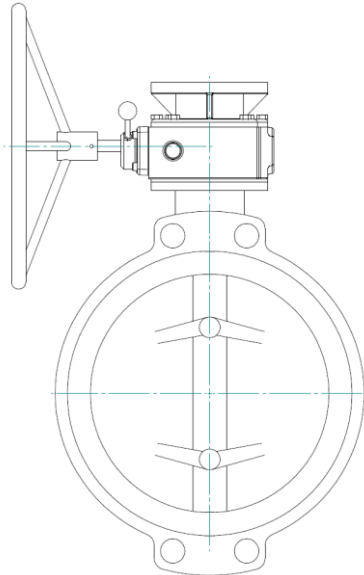

Figura 4. Reductor en posición perpendicular y en la parte superior de la válvula
8. El reductor se monta de forma perpendicular con respecto a la válvula (ver figura 4).